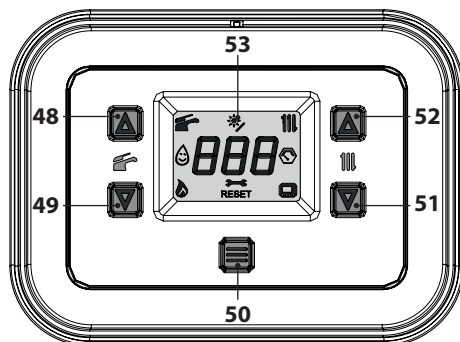
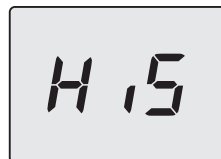
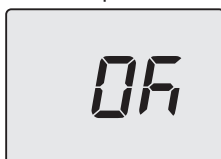

Figura 9.5
Figura 9.6
Figura 9.10
- Entrare in "modalità programmazione" premendo contemporaneamente per 5 secondi i tasti 49 e 51 (Figura 9.5) fino a far apparire sul display LCD le lettere **HiS** che indicano il menu "Storico delle caldaie" (Figura 9.6).
- Premendo il tasto 50 (Figura 9.5) si ottiene la conferma del valore inserito. Il display visualizzerà per 5 sec. quanto segue (Figura 9.10) poi, si porterà al livello superiore.
- tenere premuti contemporaneamente i tasti 49 e 51 per 5 sec. (Figura 9.5) (ritorno al livello precedente).